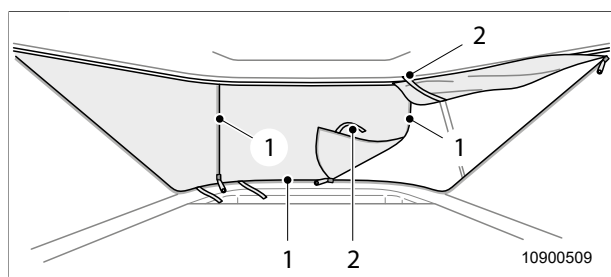

Fig. 40 Funzione Cabrio
1. Aprire le chiusure lampo (Fig. 40, pos. 1).
2. Raccogliere i soffietti in tessuto e fissarli con le cinghie in velcro (Fig. 40, pos. 2).